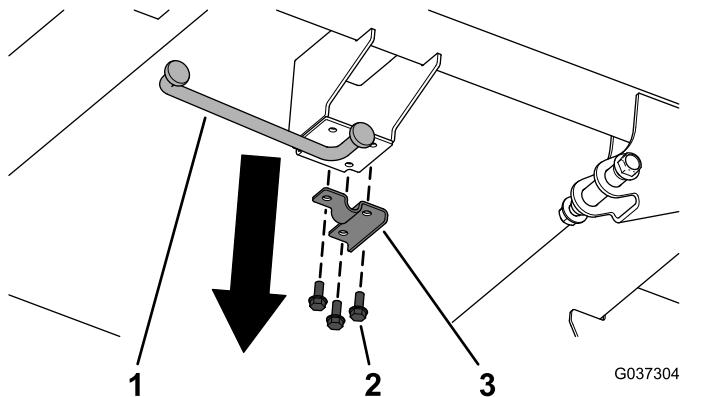

Bild 5
1. Entfernen Sie die drei Bundkopfschrauben ($5/16" \times 3/4"$) sowie die Stützstange und die Stützstangenhalterung von der Unterseite der Stahl-Ladepritsche (Bild 5).